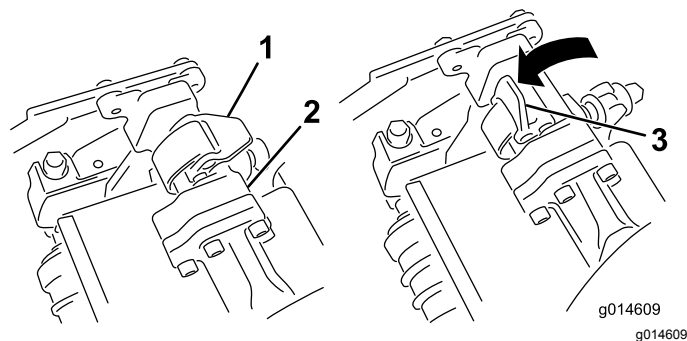
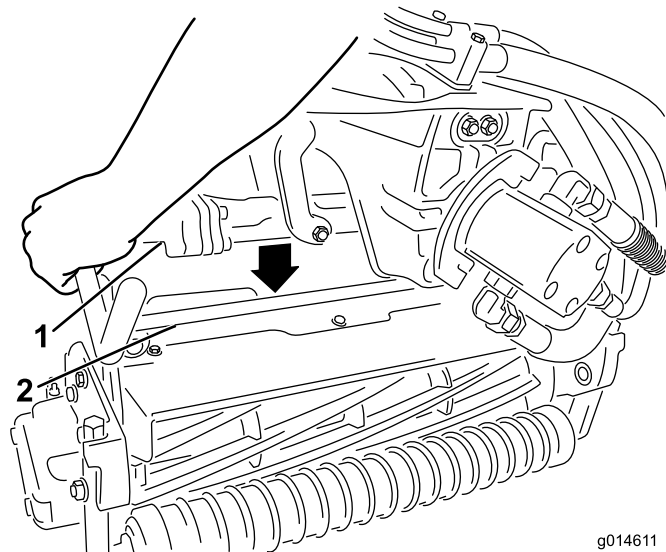

Figura 46
Figura 47
3. Com os fechos na barra do braço de suspensão a apontar para cima (i.e. abertos) (Figura 46), empurre o braço de suspensão para baixo de forma a que a barra passe pela barra através da parte superior da unidade de corte (Figura 47).
4. Feche os fechos para baixo e em redor da barra da unidade de corte e bloqueie-os no sítio (Figura 46).
- Abra os fechos na barra do braço de suspensão da unidade de corte que está a remover (Figura 46).